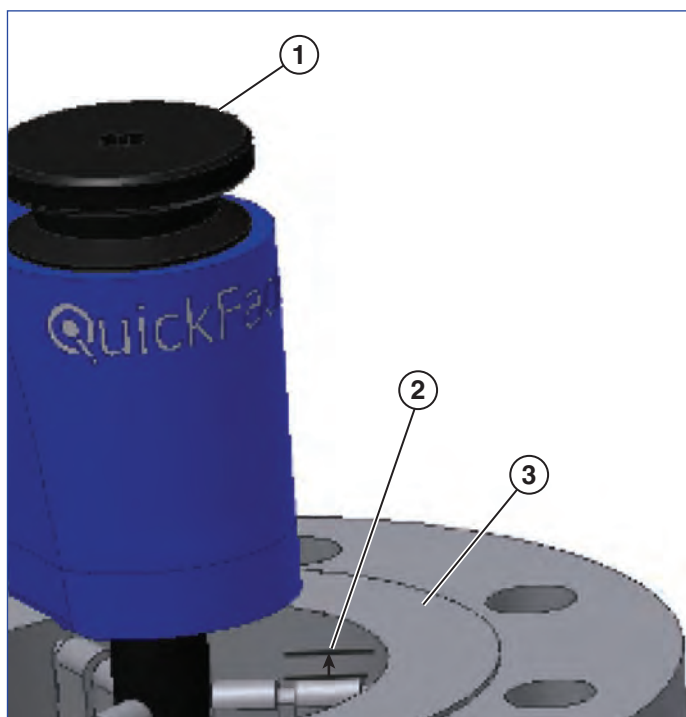

Bild 10
1. Installera QuickFace i arbetsstycket med överdelen av positioneraren, eller positionerarförlängningen om den används, ca 3 mm (1/8") under flänsytan (*se bild 10*). Vrid spindelns låsvred medsols för att spänna åt positionerarna. Gunga QuickFace lätt fram och tillbaka medan du drar åt, så att den sitter säkert i arbetsstycket. Om QuickFaces spindel inte kan spännas åt ordentligt för hand, sätt då in en spärrnyckel i änden på spindelns låsvred. **SPÄNN INTE ÅT SPINDELNS LÅSVRED FÖR MYCKET, DÅ KAN SKADA INTRÄFFA!** Spindelns är tillräckligt tät när QuickFace inte rör sig då man lyfter upp änden av växellådshöljet.